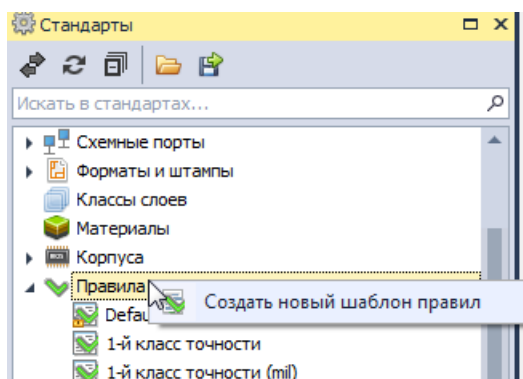

Рис. 95 Создание нового шаблона правил
1. Вызовите контекстное меню с узла «Правила» и выберите пункт «Создать новый шаблон правил», см. Рис. 95.